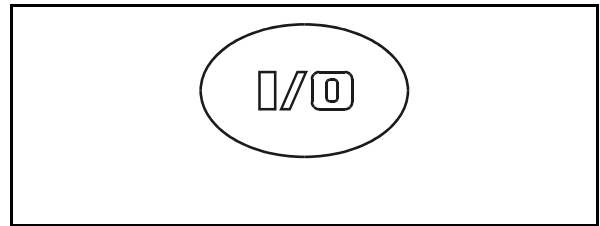

Рис. 6
ВКЛ. (I) / ВЫКЛ. (O) (Рис. 6). При помощи этой клавиши Вы включаете и выключаете **AMATRON⁺**.